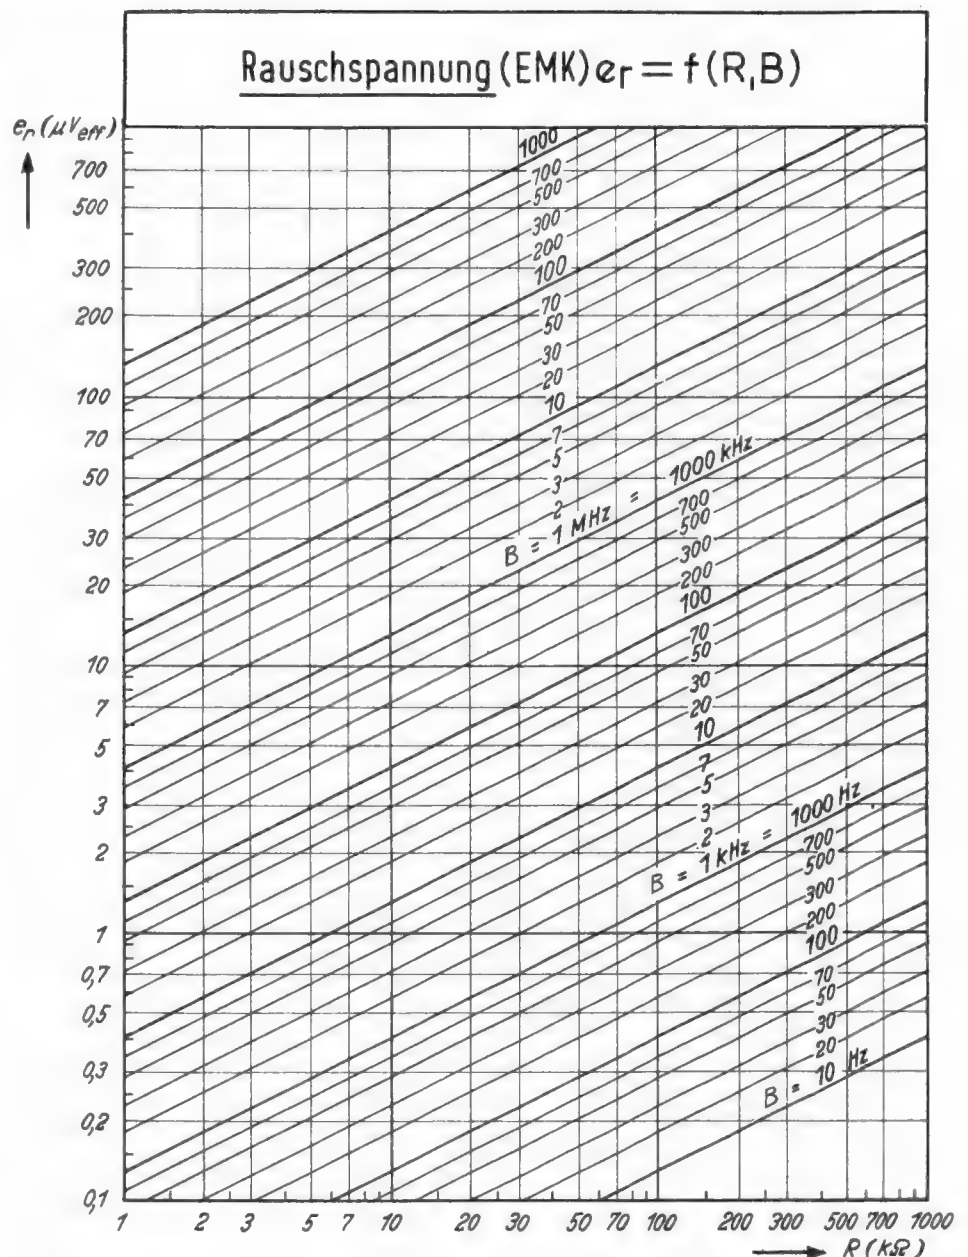

Bild 1. Zusammenhang zwischen Widerstand R , Bandbreite B und Rauschspannung e_r (EMK)
Bild 1. Die Baueinheiten des Teleport IV: links Chassis des Sende/Empfängers, dahinter Gehäuse mit Anschlüssen, rechts Stromversorgungsgerät mit Bleisammler und Zerkhacker-Einrichtung, daneben die Antenne, vorn Mikrofonlautsprecher mit Ruf- und Senderumschalttasten
Das Teleport IV ist in seinem Hf- und Nf-Teil aus kleinen Baugruppen aufgebaut, wie das *Titelbild* und *Bild 1* erkennen lassen. Diese Aufbautechnik ist für die Fertigung und für die Wartung günstig, denn die Gruppen können vor der Montage einzeln geprüft und bei einem Defekt leicht ausgetauscht werden; es genügt das Ablöten weniger Drähte.
Die Stromversorgung der tragbaren Ausführung übernimmt ein Zusatzgerät (*Bild 1*, rechts) mit einem 2/4-Sammler und Zerkhacker. Eine Batterieladung erlaubt acht Stunden Betrieb, davon 20 % der Zeit Sendebetrieb. Für stationäre Zwecke steht ein Wechselstromnetzteil zur Verfügung. Die Bedienung des Gerätes ist durch den Mikrofonlautsprecher (*Bild 1*, vorn) mit Sprech-taste zur Senderumschaltung und Ruftaste für den 1750-Hz-Tonruf besonders einfach. Der Stromversorgungs-Teil kann entweder abgesetzt aufgestellt bzw. getrennt getragen oder mit dem Sende/Empfangsgerät zu einer Einheit verbunden werden. Im letztgenannten Falle sind die Abmessungen $300 \times 210 \times 120$ mm und das Gewicht beträgt je nach Ausrüstung mit Zubehör 5,0 bis 6,4 kg.
Die grafische Darstellung der Formel (1) in Bild 1 gibt die Möglichkeit, die Rauschspannung e_r sofort und ohne Rechnung abzulesen, wenn der Widerstandswert R und die Bandbreite B bekannt sind. Zu beachten ist dabei jedoch, welchen Wert man für die Bandbreite im Einzelfall einzusetzen hat.